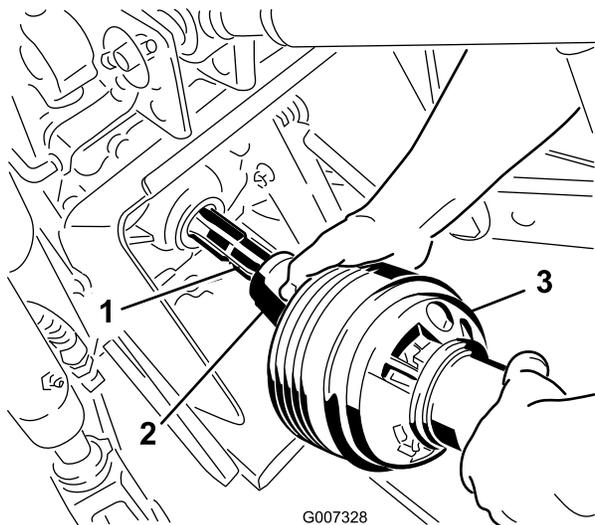

Figure 21
3. Accouplez l'arbre de PDF à l'arbre de PDF du tracteur (Figure 21).